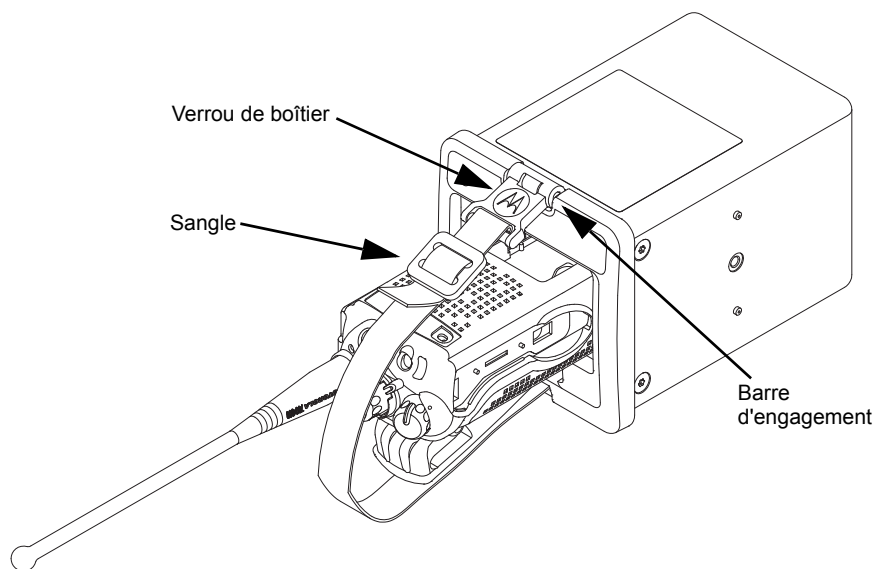

Figure 4 Radio avec batterie, antenne, microphone ou adaptateur attaché
5. Pour les radios avec une antenne installée, boucler la sangle entre la base de l'antenne et la base du sélecteur de canal, puis engager le verrou à la barre d'engagement supérieure sur la plaquette. Ajuster la sangle à travers la boucle double pour bien fixer la radio avec batterie dans le chargeur véhiculaire (consulter la Figure 4).
Pour les radios avec un microphone de sécurité publique (MSP) et l'adaptateur RF installé, ajuster la sangle à travers la boucle double pour bien fixer la radio avec batterie dans le chargeur véhiculaire (consulter la Figure 4).